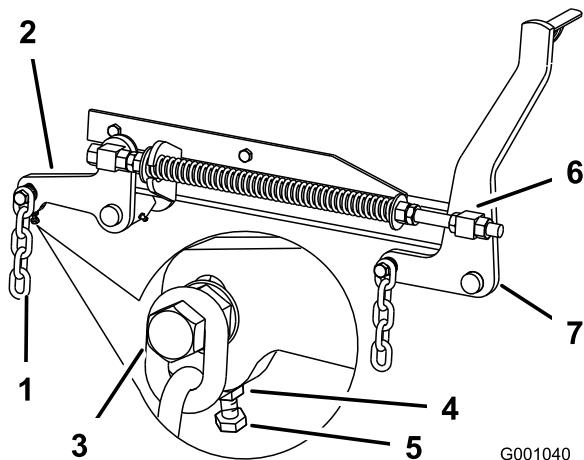

Figura 65
7. Si las medidas realizadas en las posiciones **B** o **C** no son correctas, afloje el perno que fija la cadena trasera al brazo de soporte trasero (Figura 65).
8. Afloje la contratuerca situada debajo del brazo de soporte trasero y ajuste el perno de ajuste hasta obtener una medida de 80 a 83 mm (3-1/8 a 3-1/4 pulgadas) (Figura 65).
7. Afloje las contratuercas de pivote delantero, en la parte delantera de los pivotes derecho e izquierdo, aproximadamente 13 mm (Figura 65).
8. Ajuste las tuercas de elevación en el lado izquierdo y derecho de la máquina hasta obtener 6 a 10 mm (1/4 a 3/8 pulg.) menos en la parte delantera en **A** que en la parte trasera, en **B** (Figura 65).